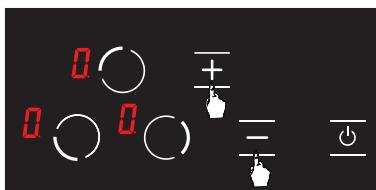

Abbildung 7
3. Kochstufe der jeweiligen Kochplatte kann mit Hilfe der + und - Tasten zwischen 1-9 oder je nach Herdoption zwischen Ⓛ-9 eingestellt werden. (siehe Abb. 7)